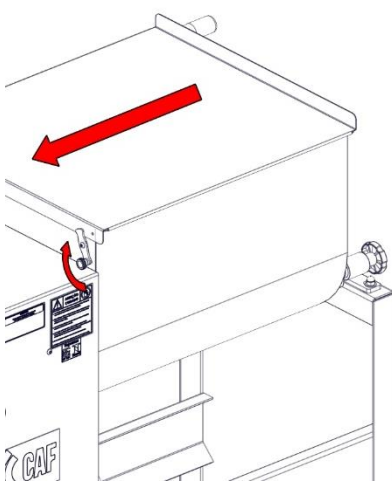

FIG. 5
1. Com a máquina devidamente montada e energizada, confira se ela está em repouso. Solte a trava e abra a tampa (FIG. 5). Automaticamente, o botão de reset será ativado, indicando que a tampa foi aberta e que os sensores magnéticos de segurança foram afastados;